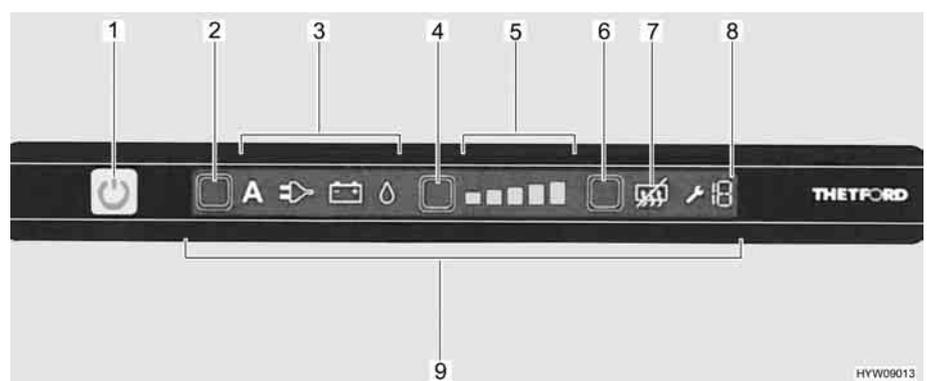

Fig. 142 Elementi di comando del frigorifero
Dopo l'accensione, il frigorifero seleziona automaticamente la regolazione del termostato impostata per ultima. Questa regolazione può essere modificata manualmente tramite il tasto del livello di refrigerazione (Fig. 142,4). Le barre luminose dell'indicatore del livello di refrigerazione (Fig. 142,5) visualizzano la temperatura selezionata sul termostato.
Con il tasto del livello di refrigerazione (Fig. 142,4) viene regolata la temperatura di refrigerazione per i tre tipi di energia. Ci vogliono alcune ore prima che il frigorifero raggiunga la temperatura di esercizio impostata. Cambiando la modalità di funzionamento la regolazione del termostato non viene modificata. La temperatura di refrigerazione è indipendente dal tipo di energia utilizzata.
- Premere il tasto On/Off (Fig. 142,1) per 1 secondo. Il tasto si illumina di verde. Gli indicatori si illuminano per 10 secondi, quindi vengono smorzati per risparmiare energia.
- Premere brevemente il tasto On/Off (Fig. 142,1) in qualsiasi momento. Vengono visualizzate le impostazioni attuali del frigorifero.
- Premere una o più volte il tasto di selezione energia (Fig. 142,2). I simboli modalità di funzionamento (Fig. 142,3) indicano la modalità di funzionamento selezionata.
- Premere il tasto del livello di refrigerazione (Fig. 142,4). L'indicatore del livello di refrigerazione (Fig. 142,5) indica la potenza di raffreddamento impostata.
- Premere il tasto del livello di refrigerazione (Fig. 142,4), finché viene visualizzata la potenza refrigerante desiderata.
- Premere il tasto On/Off (Fig. 142,1) per circa 2 secondi. Tutte le spie si spengono.
- Premere il tasto "Anti-condensa" (Fig. 142,6). Il simbolo di disattivazione della funzione anti-condensa (Fig. 142,7) si illumina.
- Premere nuovamente il tasto "Anti-condensa" (Fig. 142,6). Il simbolo di disattivazione della funzione anti-condensa (Fig. 142,7) si spegne.